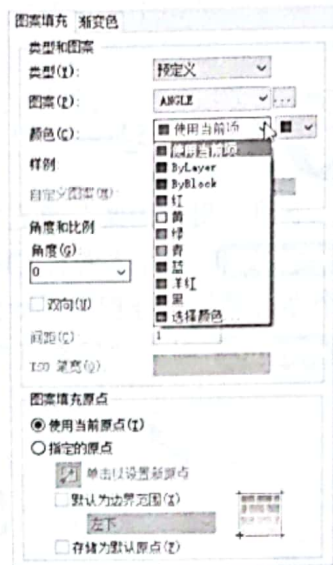
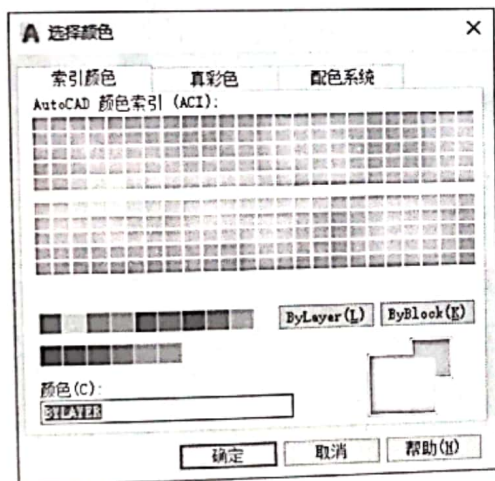

图 6-11 “颜色”列表
图 6-12 “选择颜色”对话框
- 颜色：单击打开下拉列表，可从中列表中选择合适的颜色，如图 6-11 所示。从列表中单击“选择颜色”选项，可以打开“选择颜色”对话框，有更多的颜色可供选择，如图 6-12 所示。